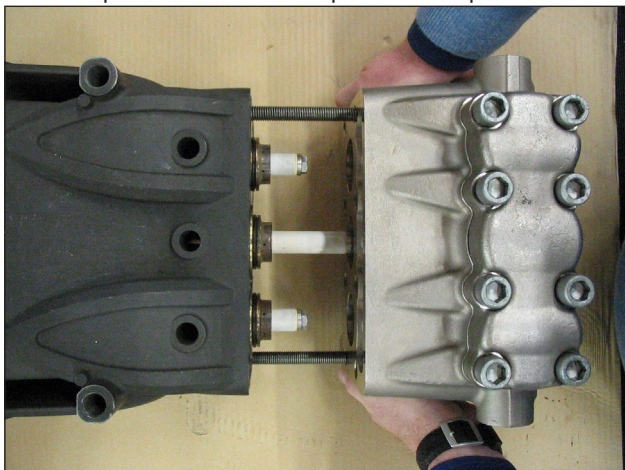

Fig. 33
- Lubrificare i componenti ②③⑤ con grasso al silicone Tipo OCILIS cod. 12001600; tale operazione è ritenuta necessaria anche per facilitare l'assestamento del labbro delle tenute sul pistone.
- Utilizzando due viti - spina di servizio (cod. 27508200) fissate al carter come indicato in Fig. 33, posizionare la testata completa, assicurarsi che sia centrata solo sul pistone centrale.